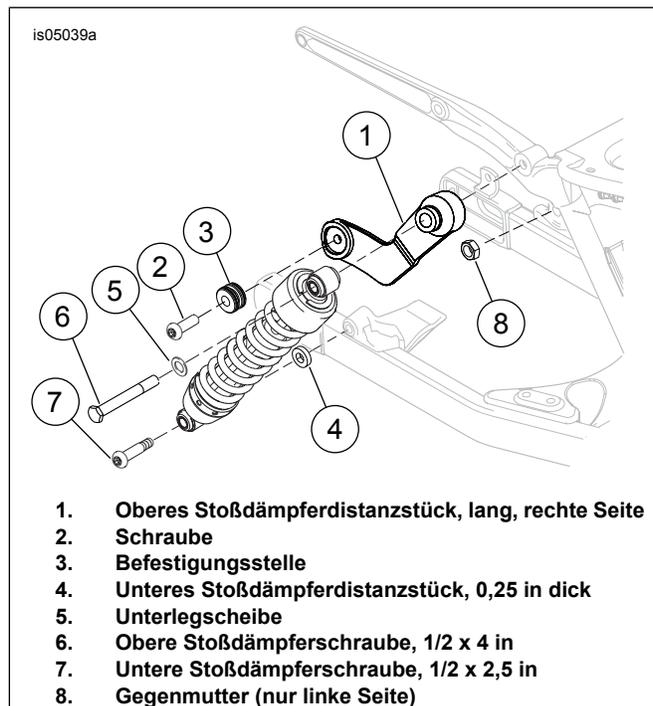

Abbildung 3. Stoßdämpfer einbauen (Modelle von 2006 und 2007)
1. Siehe Abbildung 3. Eine Schraube (2) und eine Befestigungsstelle (3) wie dargestellt an jedem oberen Stoßdämpferdistanzstück (1) anbringen. Auf ein Drehmoment von 28–37 N·m (21–27 ft·lbs) anziehen.